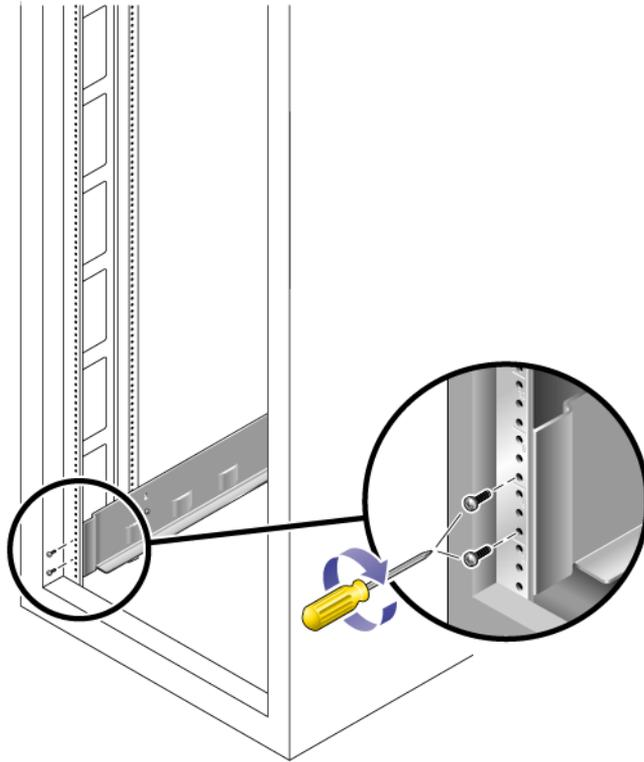

図 2-23 キヤビネット正面へのレールの固定
5. プラスのねじ回し (Phillips の 2 番) を使用して 2 本の 8-32 ねじを差し込んで締め付け、レールをキャビネットの正面に固定します (図 2-23)。